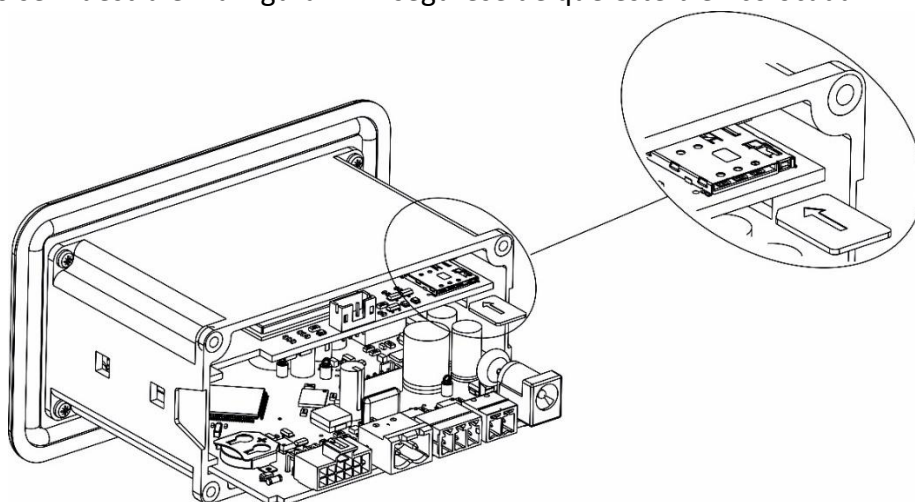

Figura 11 Inserción de la tarjeta SIM
- Abra el gabinete e inserte cuidadosamente la tarjeta SIM en la ranura correspondiente, como se muestra en la Figura 11. Asegúrese de que esté bien colocada.